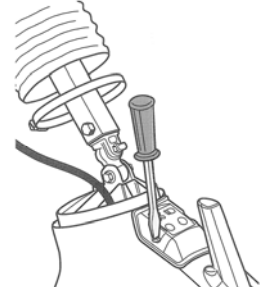

Fig. 11
6) スポットライトをフード上部にボルトで取付けてください。(Fig. 11)